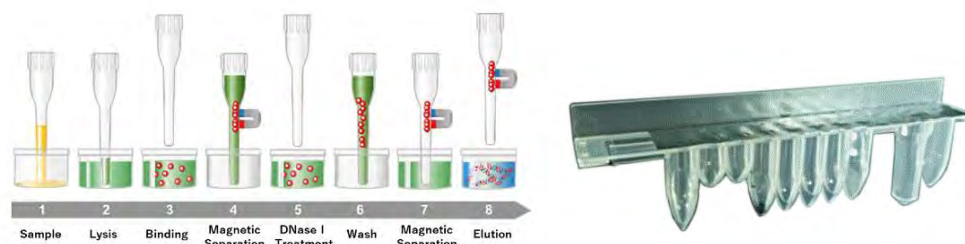

Figure 1-7 : Principe d'extraction de l'ARN et cassette d'extraction ELITE InGenius SP RNA
- Le kit de réactifs a été optimisé pour l'isolation des acides nucléiques à partir d'échantillons de 0,2 mL. (Figure 1-7 : ELITE InGenius SP RNA – Cassette d'extraction et principe d'extraction).